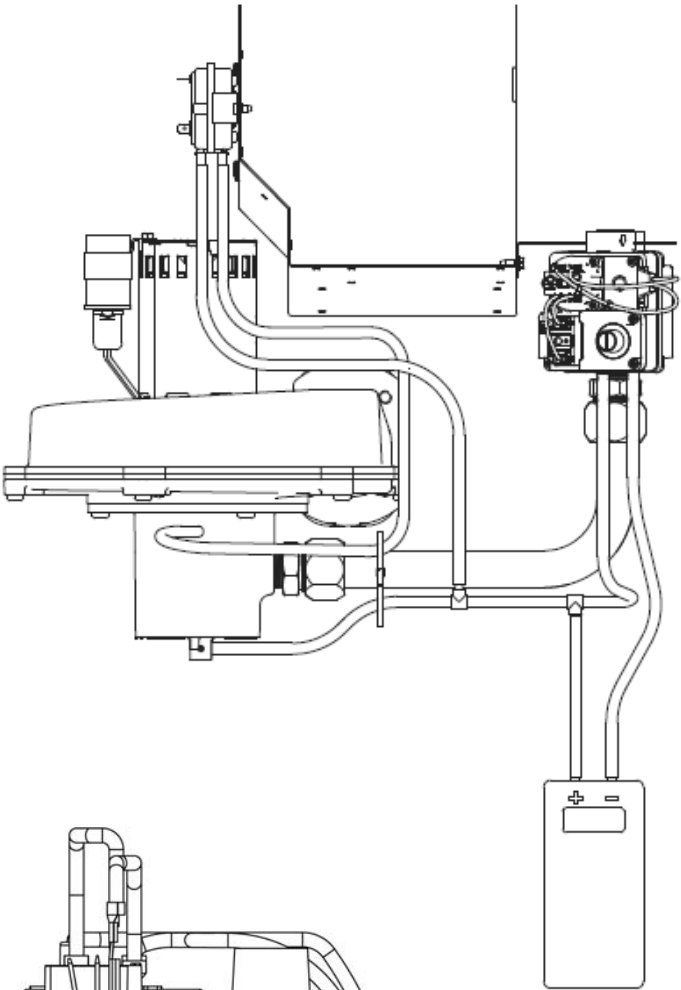

Figura 26: Válvula de gas
- A. Retire la tapa roscada sobre el tornillo de ajuste del regulador (consulte la Figura 26).